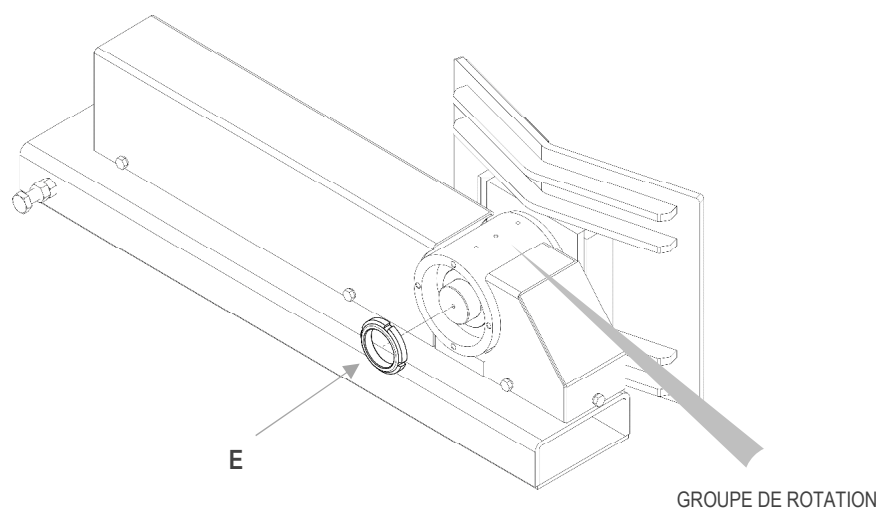

Figure 21
5. Une fois la plaque montée, serrer la bague E (voir Figure 21)